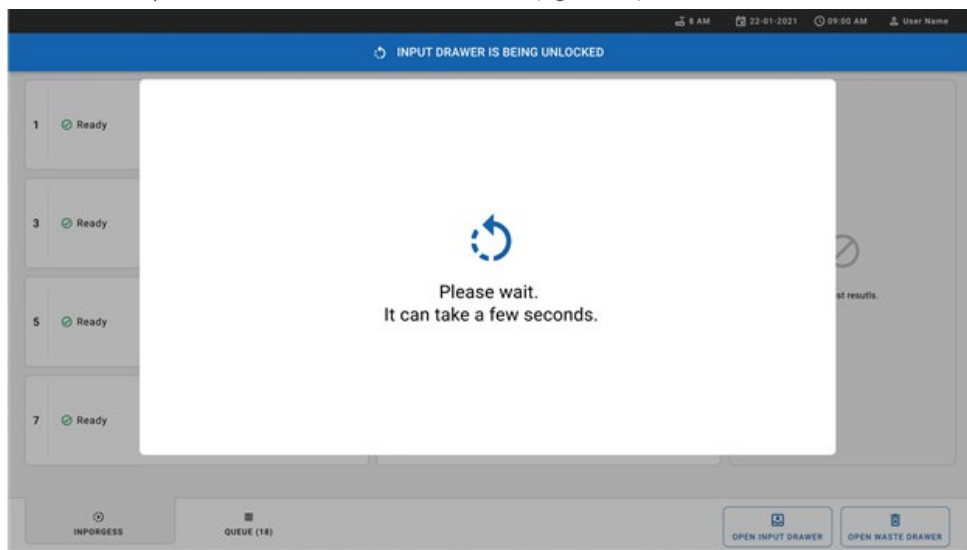

Figure 21. Boîte de dialogue du tiroir d'entrée en attente.
5. Attendez que le tiroir d'entrée soit déverrouillé (figure 21).